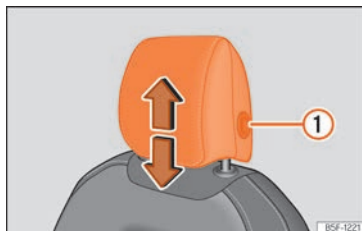
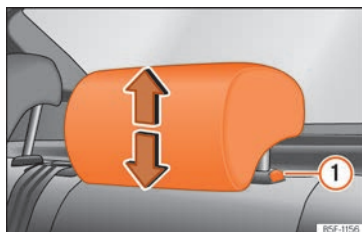

Fig. 115 Asiento delantero: regulación del apoyacabezas.
Fig. 116 Apoyacabezas trasero: regulación del apoyacabezas.
- Agarre el apoyacabezas con ambas manos por los lados y empuje hacia arriba hasta encajarlo en la posición deseada. Para bajarlo, haga la misma acción, pulsando el botón lateral ① >>> fig. 115 >>> fig. 116.